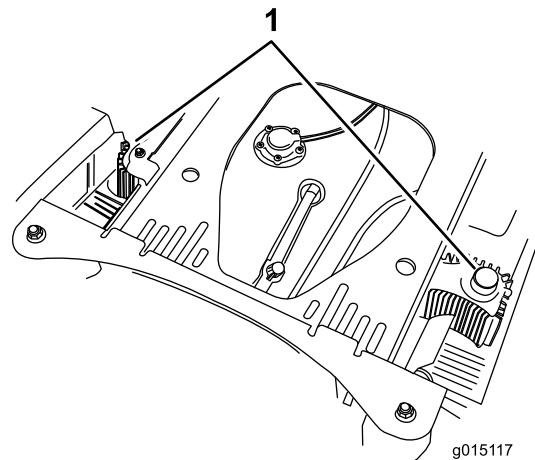

Figura 73
4. Limpie cualquier residuo o hierba de las cubiertas de las unidades hidráulicas (Figura 73).